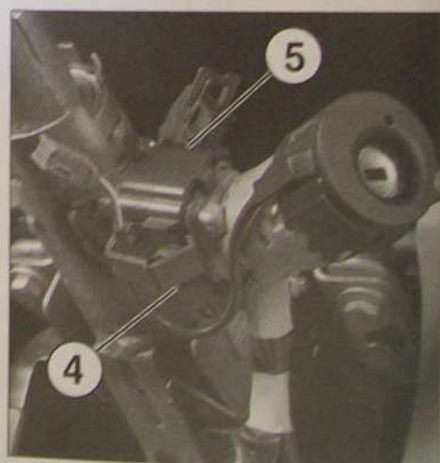

FIG.4
- Déposer le module antivol (3) du contacteur à clé.
- Percer la vis (4) se trouvant sur le contacteur et fixant celui-ci à la colonne (Fig.4).